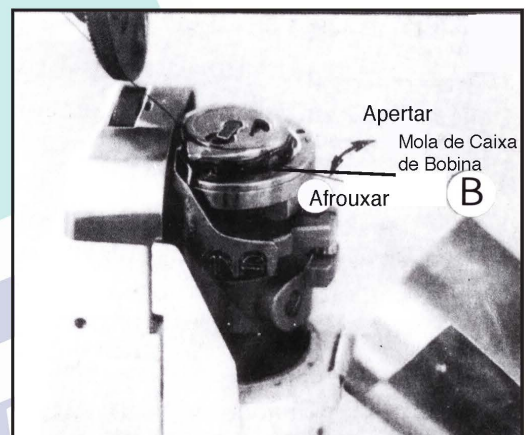

Figura 5
- a. Se o ponto ficar igual ao desenho B, quer dizer que a tensão da linha da agulha está muito alto e/ou que a tensão da linha que vem da bobina está muito baixo. Você deve girar a porca do tensor no sentido anti-horário para reduzir a tensão da linha da agulha. Ou pode aumentar a tensão da mola da caixa de bobina apertando o parafuso (figura 5 – item B) com uma pequena chave de fenda para assim aumentar a tensão da linha da linha que vem da bobina.